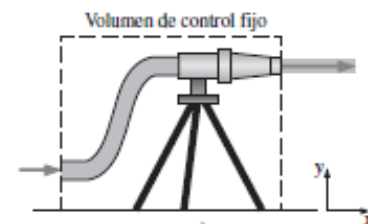

Figura 1. Volumen de control fijo.¹
Un volumen de control es un espacio arbitrario que se instituye con el objeto de estudio (Figura 1). El volumen de control está delimitado por una superficie de control (SC). A su vez, la entrada y salida de masa a través de la SC, depende de la velocidad del flujo relativa a la superficie de control y, por ende, resulta esencial determinar si el volumen de control se mantiene en reposo durante el flujo o si está en movimiento.